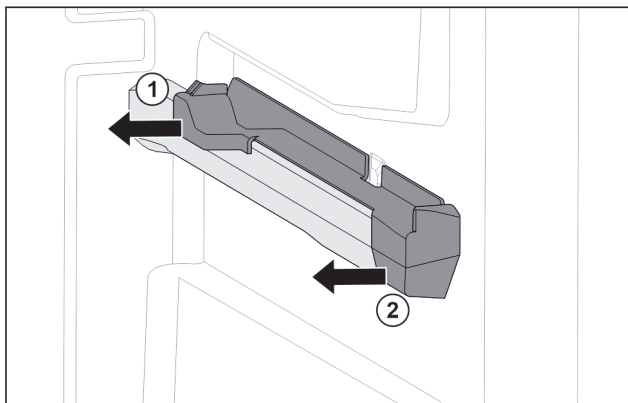

Fig. 127 Elemento inseribile sulla nervatura destra del contenitore
- Estrarre l'elemento inseribile dal lato posteriore di lato. Fig. 127 (1)
- Estrarre l'elemento inseribile dal lato anteriore di lato. Fig. 127 (2)